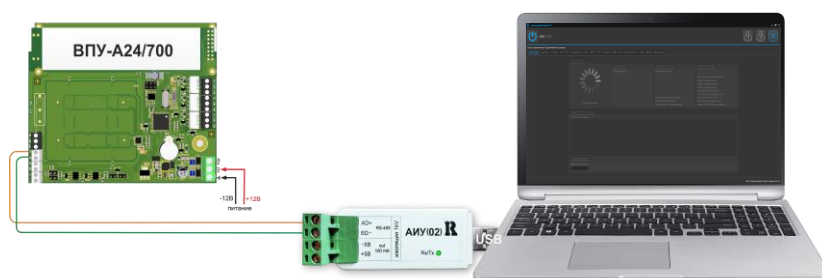

Рис. 3. Схема подключения ВПУ-A24/700(О) к ПЭВМ через АИУ(02)
- дважды кликнуть на исполняемый файл «ComandCenterAxx.exe», запустить ПО (см. рисунок 3);